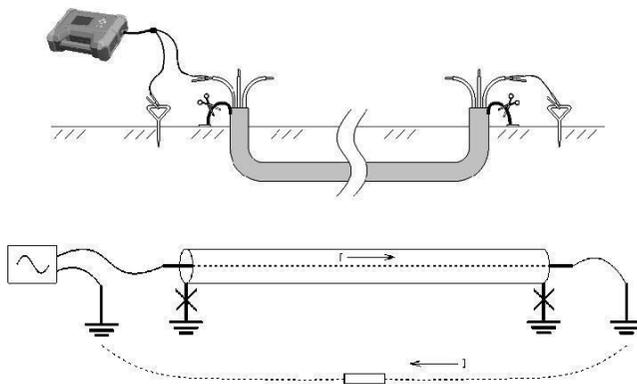

Рисунок 3.1 МЕТОД заземления проводника
3.1.1 Основной способ соединения: проводка-заземляющая проводка-заземляющая проводка-лучший способ соединения для отслеживания мертвой кабельной линии и идентификации кабеля. Он будет в полной мере играть в функции оборудования, чтобы достичь максимума. Антиинтерференционная производительность. См. Рисунок 3.1 ниже